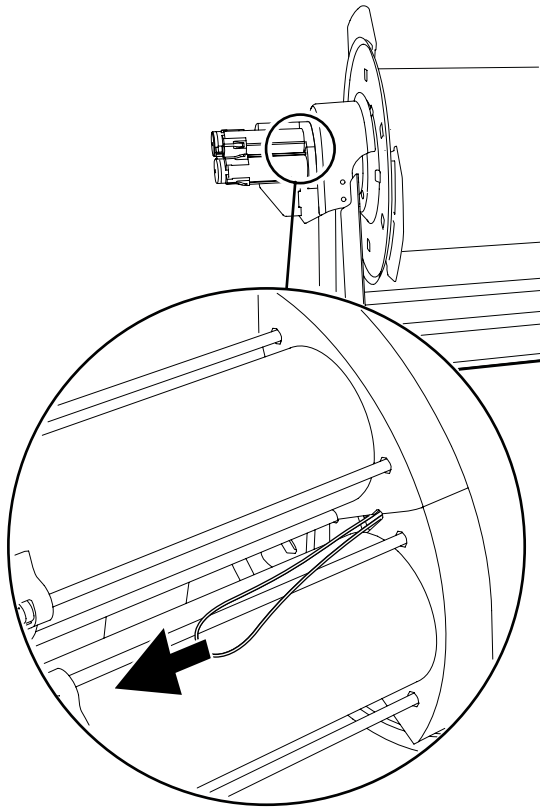

Fig. 5
Siehe Fig. 5.
2. Freilauf des Motors herstellen, siehe Fig. 5.